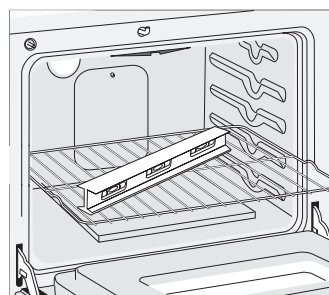

Figura 8
3. Verifique si la cocina está nivelada colocando una parrilla en el centro del horno y poniendo un nivel sobre esta (figura 8).
2. Ponga un nivel sobre la parrilla (figura 8). Tome dos lecturas con el nivel puesto diagonalmente en una dirección y después en la otra. Nivele la estufa, si es necesario, ajustando las 4 patas niveladoras con una llave de tuercas (figura 23).